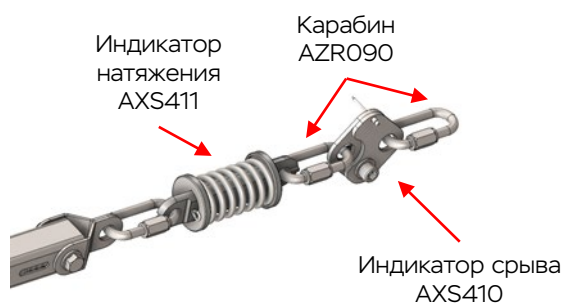

Рис. 8. Присоединение индикатора срыва арт. AXS410
6. Присоединить к индикатору натяжения арт. AXS411 (входит только в состав линии АКЦИОС С арт. AXSC012, AXSC020, AXSC026; если индикатора натяжения нет в составе линии, то индикатор срыва арт. AXS410 следует присоединить к амортизатору арт. AXS341 п. 5) индикатор срыва арт. AXS410 с помощью карабина (рис. 8). Проверить запирание муфты карабина в соответствии с п. 4.